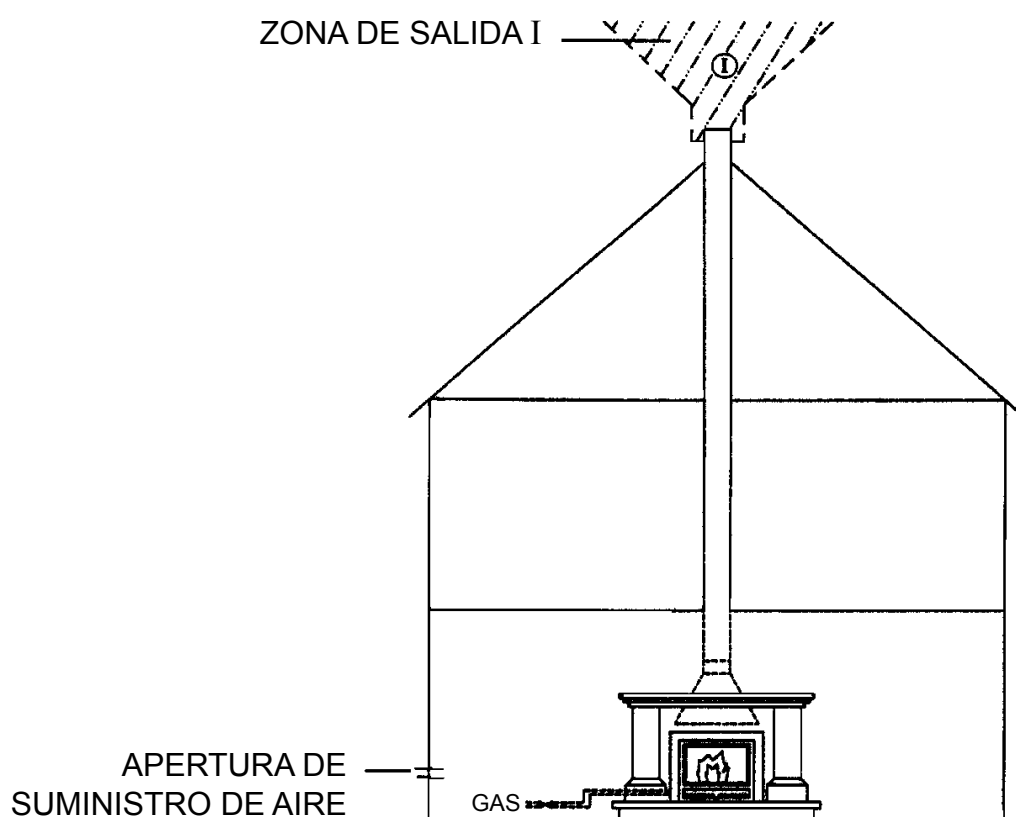

Figura 6: Habitación con ventilación natural
- 1 HABITACIÓN CON VENTILACIÓN NATURAL (ver figura 6)